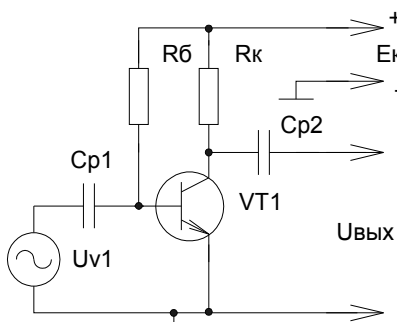

Рис. 221
1) Питание цепи базы транзистора по схеме с фиксированным током базы. В практических схемах включения с ОЭ и ОК источник питания базы E_b не применяется, а цепь базы питается от коллекторного напряжения E_k при помощи дополнительных элементов схемы. Наиболее простой является схема питания цепи базы с «фиксированным током базы» (смотрите рисунок 221).